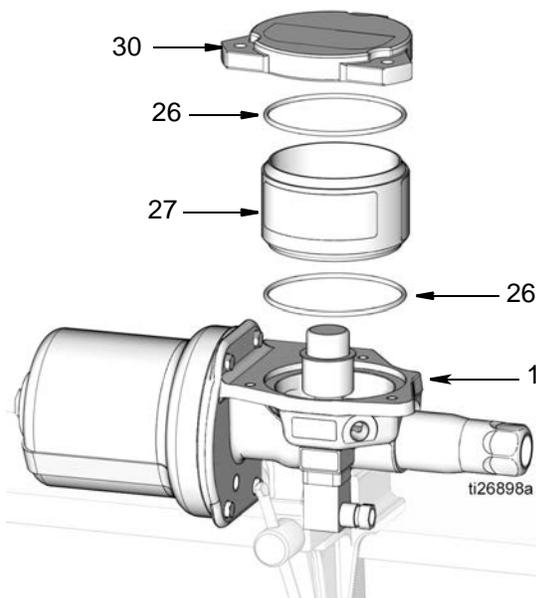

图 13
- 从泵底座 (1) 上拆下液箱 (27) (图 13)。如果更换液箱 O 形圈 (26), 从液箱上拆下 O 形圈和盖子。根据正确处置的所有相关规定, 处置 O 形圈。